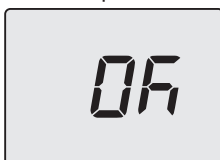

Figura 5.52
- Premendo il tasto 13 (Figura 5.44) si ottiene la conferma del valore inserito. Il display visualizzerà per 5 sec. quanto segue (Figura 5.52) poi, si porterà al livello superiore.